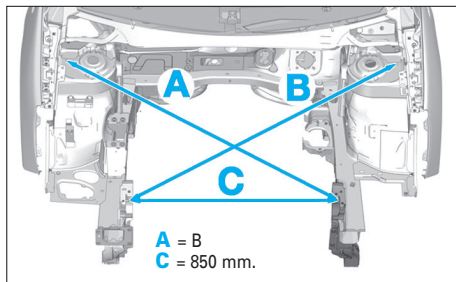
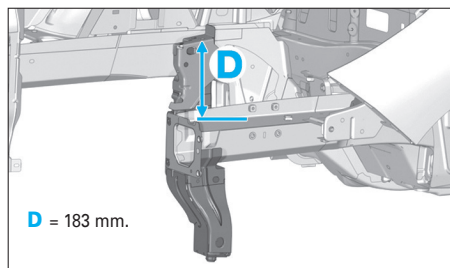

FIG. 10
FIG. 11
- Contrôler la position de l'appui d'armature avant (Fig.10) et (Fig.11).